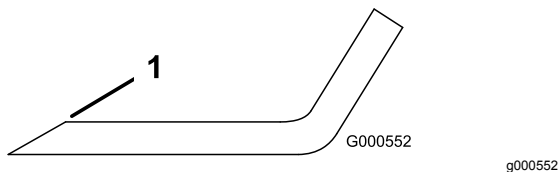

Bild 62
1. Schärfen Sie die Schnittkante an beiden Enden des Schnittmessers mit einer Feile (Bild 62).
Hinweis: Feilen Sie, wenn das Schnittmesser nicht ausgewuchtet ist, vom Flügelbereich des Messers etwas Metall ab (**Bild 62**).